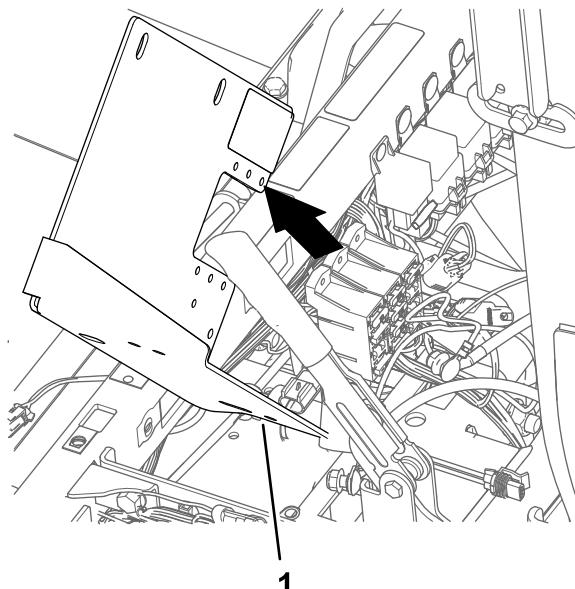

Рисунок 172
6. Снимите кронштейн аккумуляторной батареи с машины (Рисунок 172).